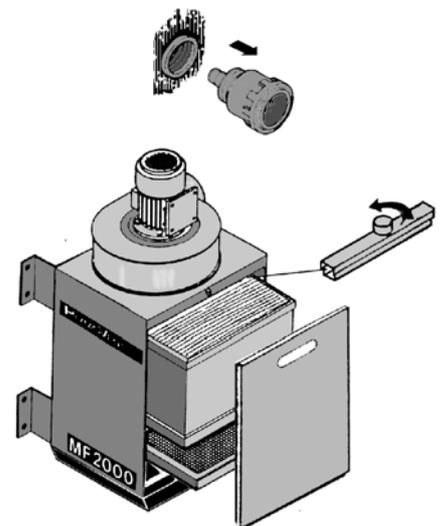

Рисунок 9.1
9.2. Откройте замок крышки фильтра ключом. Чтобы отсоединить крышку, потяните ее наружу и приподнимите вверх. Поставьте крышку рядом с фильтром. Извлеките угольный фильтр (там, где он устанавливается), ослабьте прижим фильтрующей кассеты и извлеките: ее и предварительный фильтр (см. рис. 9.1.).